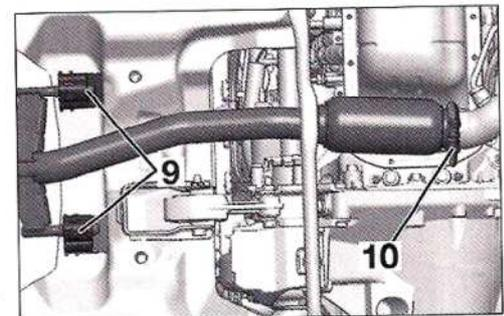

FIG. 8a
- En los DV6ATED4, desmontar la pantalla de protección debajo del motor, así como la abrazadera de escape (10) (Fig.8a).